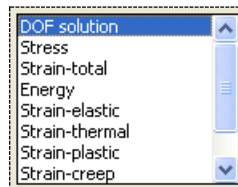

Рисунок 61. Левый список с меткой *Item, Comp*
- В этом случае пользователю предоставляется возможность в левом списке *Item, Comp* (Рисунок 61) с помощью «мыши» выбрать физический параметр, который должен быть отображен (ограничения степеней свободы и др.):